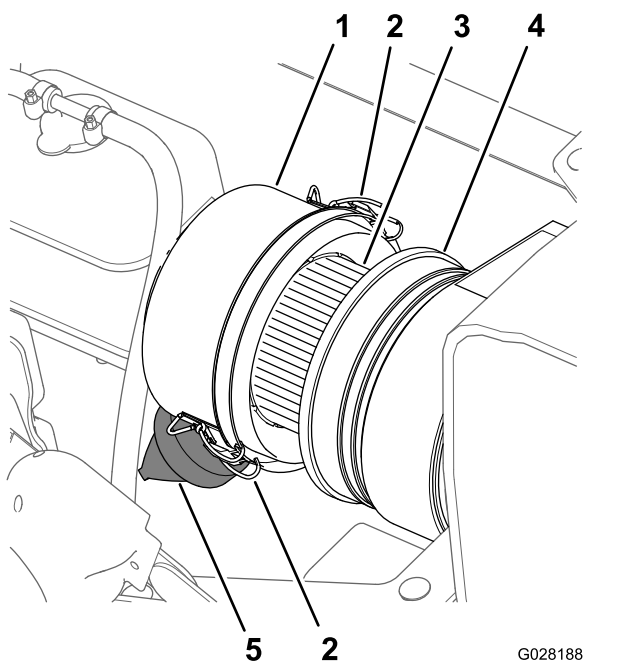
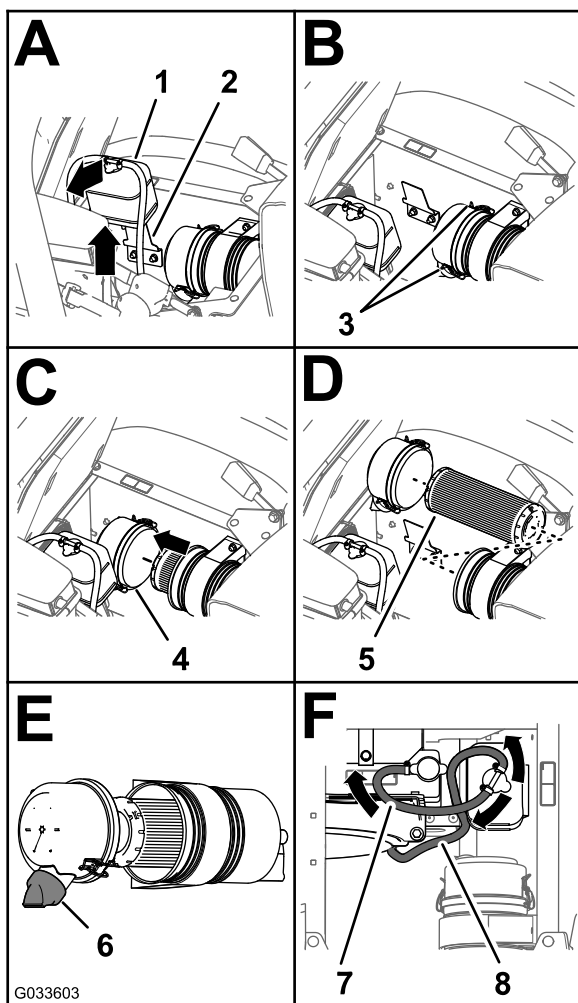

Figure 67
Figure 68
3. Nettoyez le capuchon antipoussière et le boîtier du filtre à air (Figure 67).
4. Recherchez sur le boîtier du filtre à air des dommages susceptibles d'occasionner des fuites d'air (Figure 67).
5. Pressez la valve à poussière pour éliminer les saletés, la poussière et les débris (Figure 67).
7. Vérifiez que l'élément du filtre à air ne présente pas de dépôts excessifs de poussière, saleté ou débris (Figure 67).
8. Reposez le capuchon antipoussière sur le boîtier du filtre à air et fixez-le en place avec les 2 attaches (Figure 67).
2. Nettoyez le capuchon antipoussière et le boîtier du filtre à air (Figure 67).
3. Soulevez le réservoir de trop-plein de liquide de refroidissement pour le déposer de son support (Figure 68).
4. Desserrez les 2 attaches qui fixent le capuchon antipoussière sur le boîtier du filtre à air (Figure 68).
6. Nettoyez l'intérieur du capuchon antipoussière, du boîtier du filtre à air et de la valve à poussière avec un chiffon humide (Figure 67 et Figure 68).
7. Insérez l'élément filtrant neuf dans le boîtier du filtre à air (Figure 68).
8. Reposez le couvercle sur le boîtier du filtre à air et fixez-le en place avec les 2 attaches (Figure 68).
Remarque: Vérifiez que la valve à poussière est bien alignée entre les positions 5 et 7 heures vu de l'extrémité (Figure 68).
9. Placez le réservoir de trop-plein du liquide de refroidissement en face de son support et fixez solidement le réservoir (Figure 68).